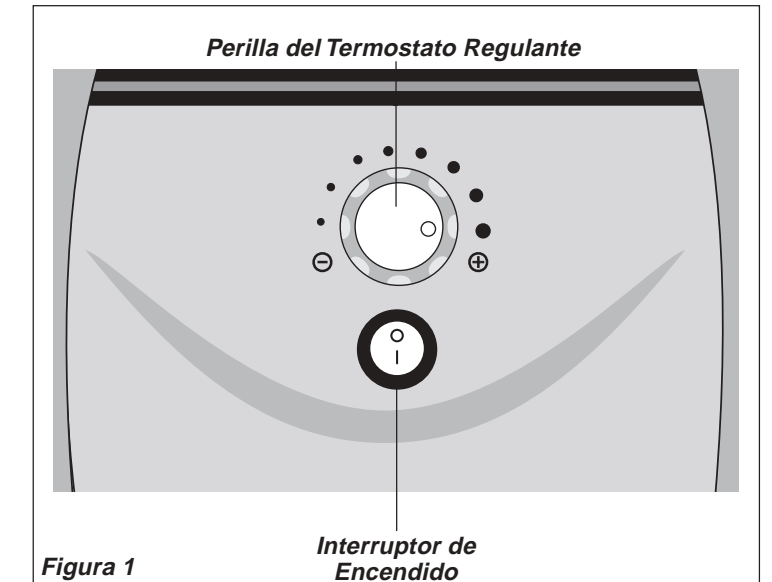

Figura 1
3. Asegúrese que el **Interruptor de Encendido** esté en la posición APAGADO oprimiendo (o). (Ver Figura 1)
5. Para ENCENDER el Calefactor oprima el **Interruptor de Encendido** a (I). La luz del interruptor se encenderá.
3. Es normal que el Calefactor oscile entre un vataje alto y bajo mientras mantiene la temperatura ambiente. **NOTA: La velocidad del ventilador no cambia entre el vataje alto y bajo.** Cuando el Interruptor de Encendido está ENCENDIDO (iluminado), el Calefactor está constantemente energizado para liberar aire calentado. Para APAGAR el Calefactor oprima el (o) en el Interruptor de Encendido. (Figura 1)